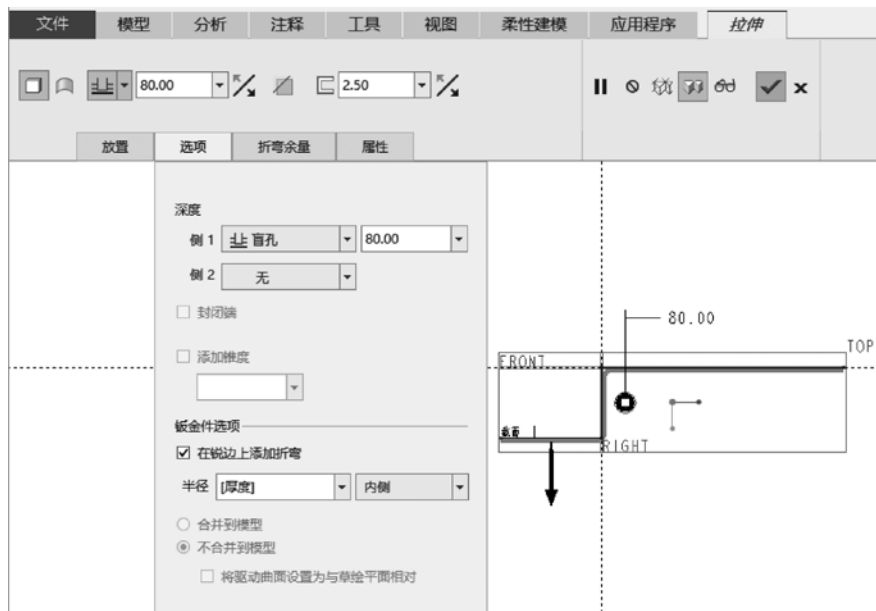

图 5-30 “拉伸”选项卡的“选项”面板
(4) 在“拉伸”选项卡中输入壁的厚度值为“2.5”，输入拉伸深度值为“80”。
(5) 在“拉伸”选项卡中打开“选项”面板，在“钣金件选项”选项组中勾选“在锐边上添加折弯”复选框，并在“半径”框中选择“[厚度]”选项，设置标注折弯的方式选项为“内侧”，如图 5-30 所示。